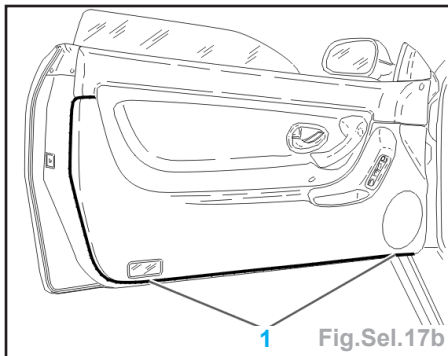

Fig.Sel.17b
- Déposer les obturateurs (1) de la doublure de porte (Fig.Sel.17b).